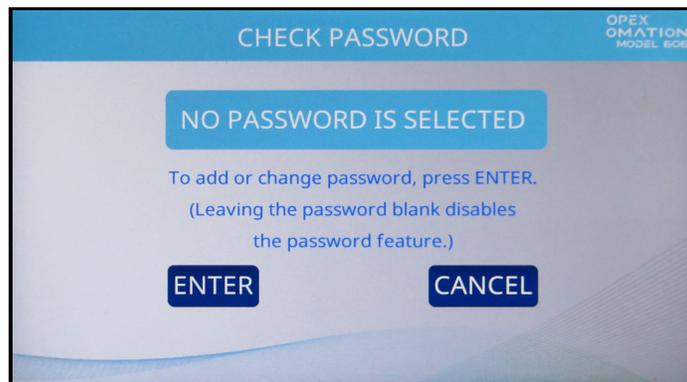

Abbildung 5-16: Bildschirm „Passwort überprüfen“
2. Der Bildschirm **CHECK PASSWORD (PASSWORT ÜBERPRÜFEN)** (Abbildung 5-16) wird angezeigt, um den Benutzer daran zu erinnern, dass ein Leerlassen des Passworts die Passwortfunktion deaktivieren wird.